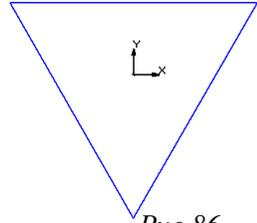

Рис.86
6. Размещаем центр многоугольника в начало системы координат окна документа (команда <Ctrl>+<0> на цифровой клавиатуре) см. рис.86.